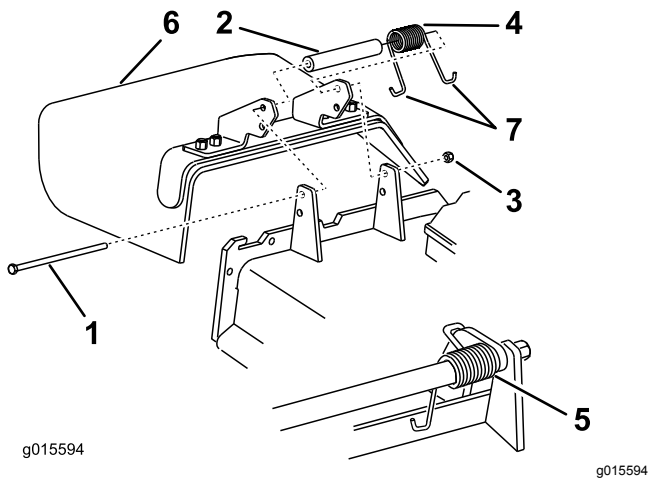

Figura 102
1. Retire la contratuerca, el perno, el muelle y el espaciador que sujetan el deflector a los soportes de pivote (Figura 102).
Nota: Asegúrese de colocar un extremo en **J** del muelle detrás del reborde de la carcasa antes de instalar el perno, según se muestra en Figura 102.
5. Coloque un extremo con gancho en **J** del muelle alrededor del deflector de hierba (Figura 102).